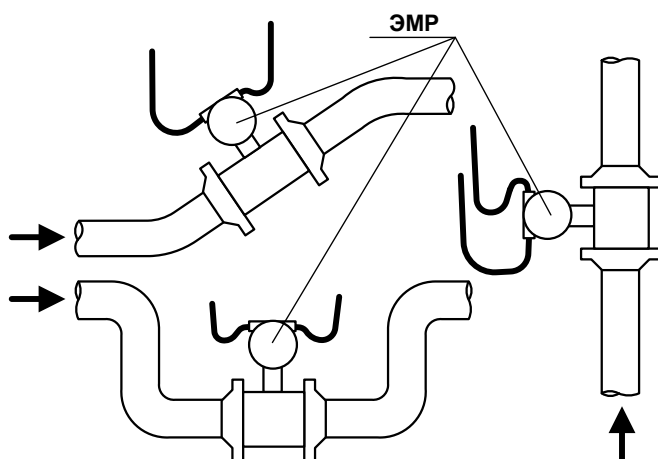

Рис. 1. Рекомендуемые места установки ЭМР.
- в месте установки в трубопроводе не должен скапливаться воздух – ЭМР не должен располагаться в самой высокой точке трубопровода, а также в трубопроводе с открытым концом; наиболее подходящее место для монтажа (при наличии) – нижний либо восходящий участок трубопровода (рис.1);
Для предотвращения попадания влаги внутрь блока электроники через гермовводы рекомендуется подключать кабели с образованием ниспадающей U-образной петли в вертикальной плоскости (рис.1).